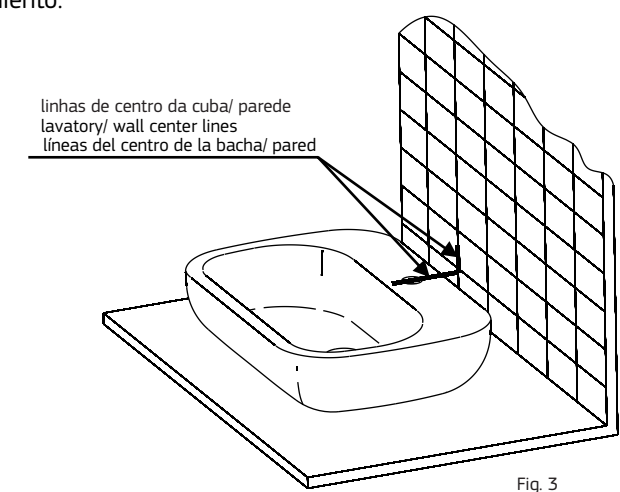

Fig 3
- Aplicar adesivo silicone nas faces de contato entre a cuba e o tampo, pressioná-la contra o tampo, fazendo coincidir as linhas de centro da cuba e parede, fig. 3.
Apply silicone adhesive onto the lavatory/countertop contact faces, press the lavatory against the countertop, aligning the lavatory/wall centers line, according to fig.3.
Aplicar cola adhesiva de silicona en la bacha apretando contra la tapa, haciendo coincidir las líneas del centro de la bacha y de al pared de acuerdo a la fig.3.